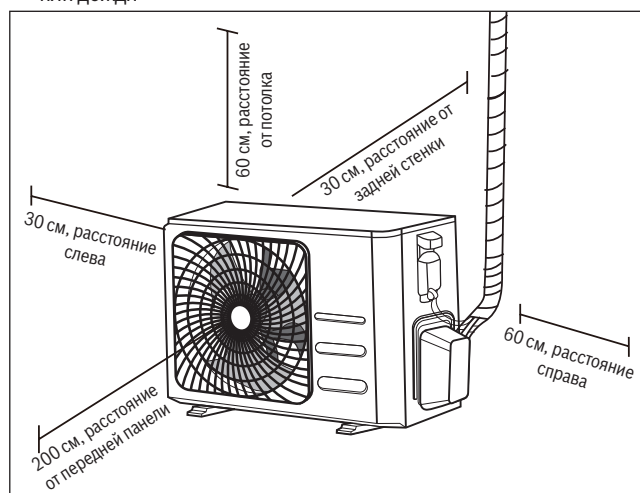

Рис. 20.
- ▶ Выполнять все требования, предъявляемые к площади размещения, описанные в требованиях к месту установки (**рис. 20**)